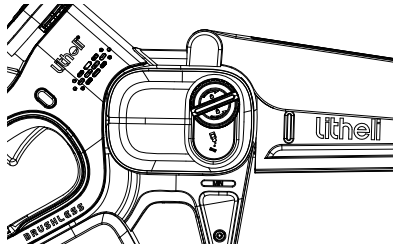

Abb. 9
2. Reinigen Sie den Bereich um den Öltankdeckel mit einem Tuch und schrauben Sie den Deckel ab, indem Sie ihn gegen den Uhrzeigersinn drehen. (Abb. 9)